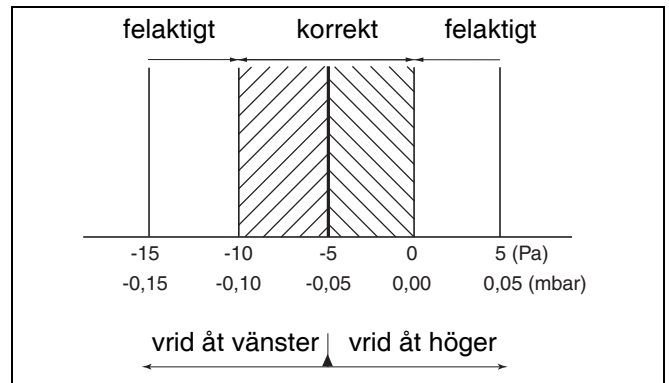

Bild 85 Differens gas/luft vid lägre belastning
- Läs av differensstrycket under servicedriften. Differensstrycket ($p_{\text{Gas}} - p_{\text{Luft}}$) måste vara -5 Pa ($\pm 5 \text{ Pa}$) (visning på mätapparaten: -10 till 0 Pa) (bild 85).